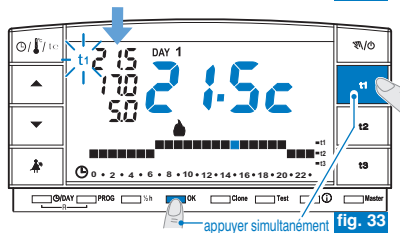

fig. 33
- Sous 8 secondes, appuyer simultanément sur la touche correspondante (**t1** ou **t2**) et sur la touche **OK** ; une fois le déblocage effectué, les chiffres de la température à côté du symbole (**t1** ou **t2**) arrêtent de clignoter (exemple sur la fig. 33).